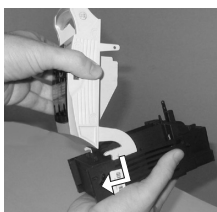

Figura 4
- Insira a tampa na base da seccionadora e então mova a tampa ao longo da base da seccionadora firmemente (Figura 4).